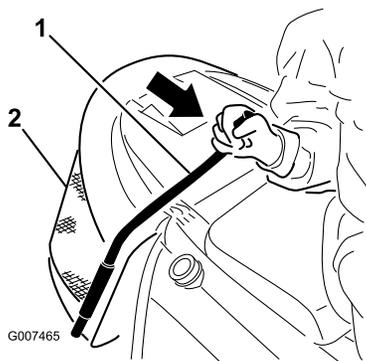

Bild 15
2. Ziehen Sie die Heckfangsystemstange nach vorne, um den Grasfangkorb zu kippen (Bild 15).